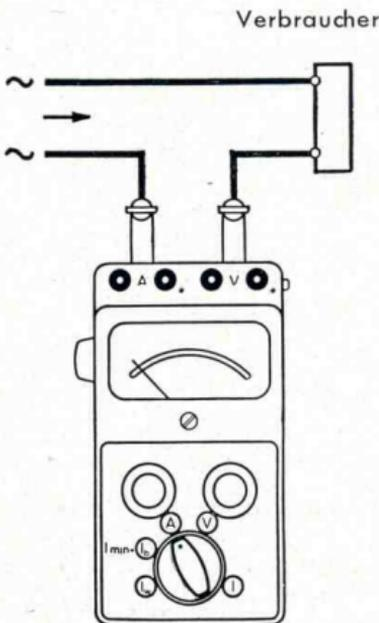

Bild 8
3. Wenn höhere Ströme als 1,5 A zu erwarten sind, zunächst an den Starkstrom-Klemmschrauben  $A \times 100$  anschließen (Bild 8).